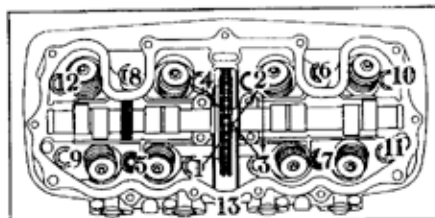

Fig. 3-6 Ordine di serraggio dei dadi della testa.
- Applicare uno strato di olio motore alla filettatura dei dadi della testa, e serrarli in croce partendo dall'interno. L'ordine di serraggio è indicato in fig. 3-6. Coppia prescritta 2,0 kgm.